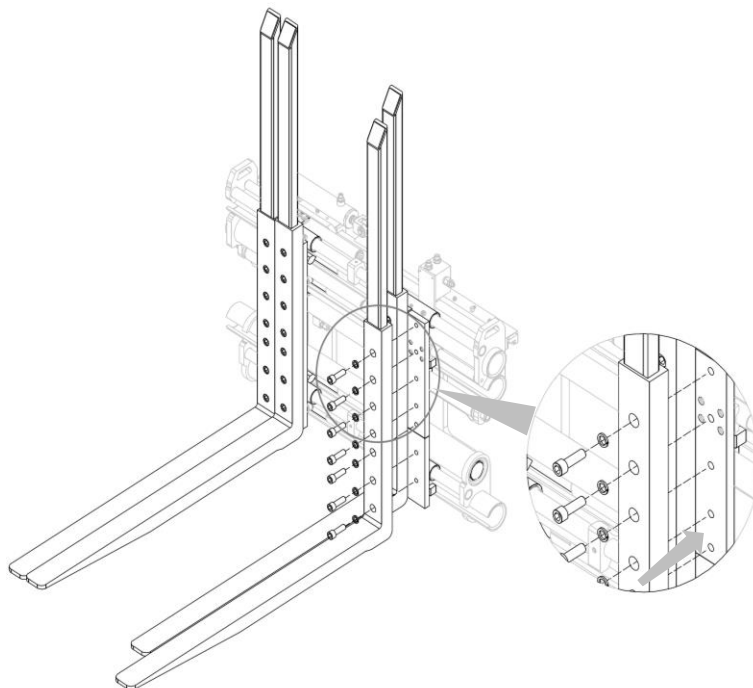

Figura 11
1. Aplíca las horquillas a los tenedores, apretando los correspondientes tornillos que las bloquean (mira *Figura 11*).